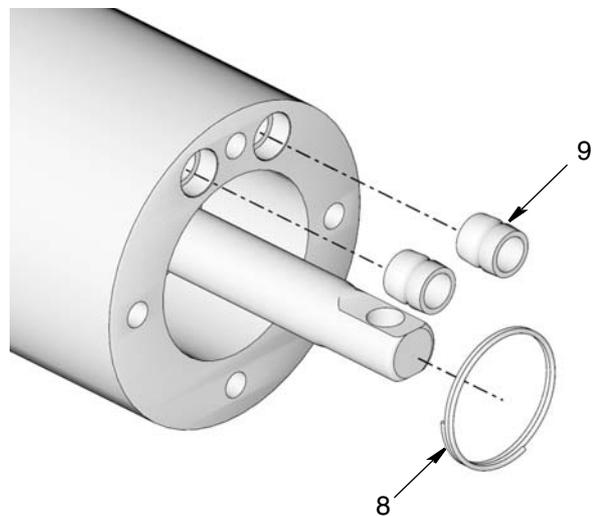

Рис. 26
13. Снимите стопорное кольцо (8) и извлеките два уплотнения (9). Отложите стопорное кольцо в безопасное место для использования его для обратной сборки. Уплотнения (9) могут быть утилизированы. Используйте новые уплотнения из ремонтного комплекта для обратной сборки (Рис. 26).